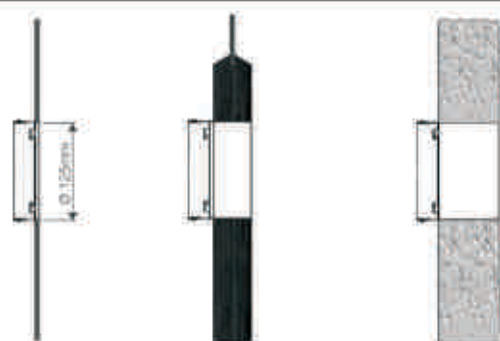

Fig.2
- Percez un trou dans un mur extérieur ou sur un vitrage de fenêtre. Respectez la hauteur et les dimensions du trou données en Fig. 2.